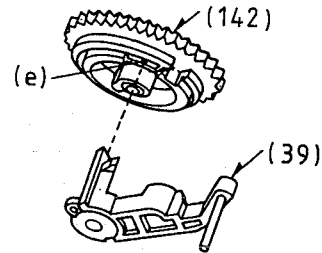

Fig. 51
7.3 Ladekurvenrad (142), Zwischenrad (114)
- Ladekurvenrad (142) so einbauen, daß der Hilfsladehebel (39) in die Aussparung "e" eingreift (Fig. 51).
7.3 Loading Cam Gear (142), Intermediate Gear (114)
- Fit the Loading Cam Gear (142) so that the Sub Loading Lever (39) engages with the cut out "e" (Fig. 51).